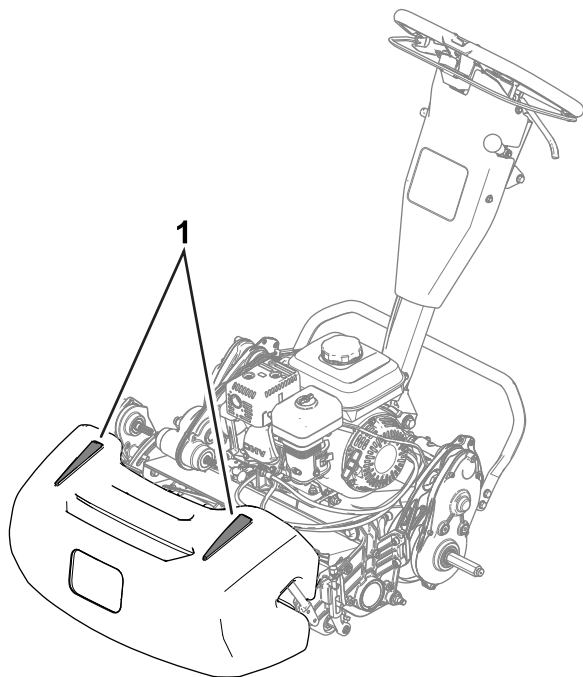

图 24
- 为帮助除草机保持在果岭上的直线操作且和上一道除草边缘的距离保持均衡应使用集草斗上的对准条 图 24。